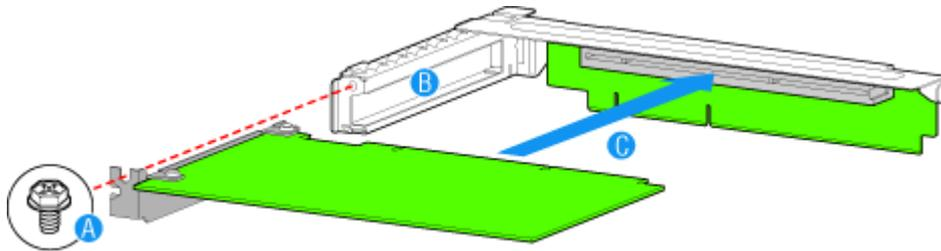

Figure 148: Installation d'une carte d'extension
5. Retirez la vis à l'arrière l'ensemble riser. Reportez-vous à la lettre “A” dans Figure 148.
6. Si un panneau de protection est installé sur l'orifice situé à l'arrière de l'ensemble riser, ôtez-le de l'ensemble riser en le soulevant. Reportez-vous à la lettre “B” dans Figure 148.
de la carte riser, en prenant garde de ne pas la plier ou la tordre. Reportez-vous à la lettre “C” dans Figure 148.
8. Réinstallez la vis que vous avez retirée à l'étape 5. Reportez-vous à la lettre “A” dans Figure 148.